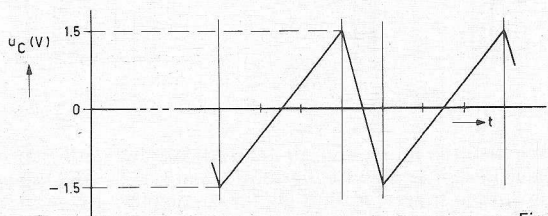

Fig. 10.
2. Over de condensator in de schakeling van fig. 9 staat een zaagtandvormige spanning, waarvan het verloop in fig. 10 is weergegeven. De frequentie is 250 kHz.